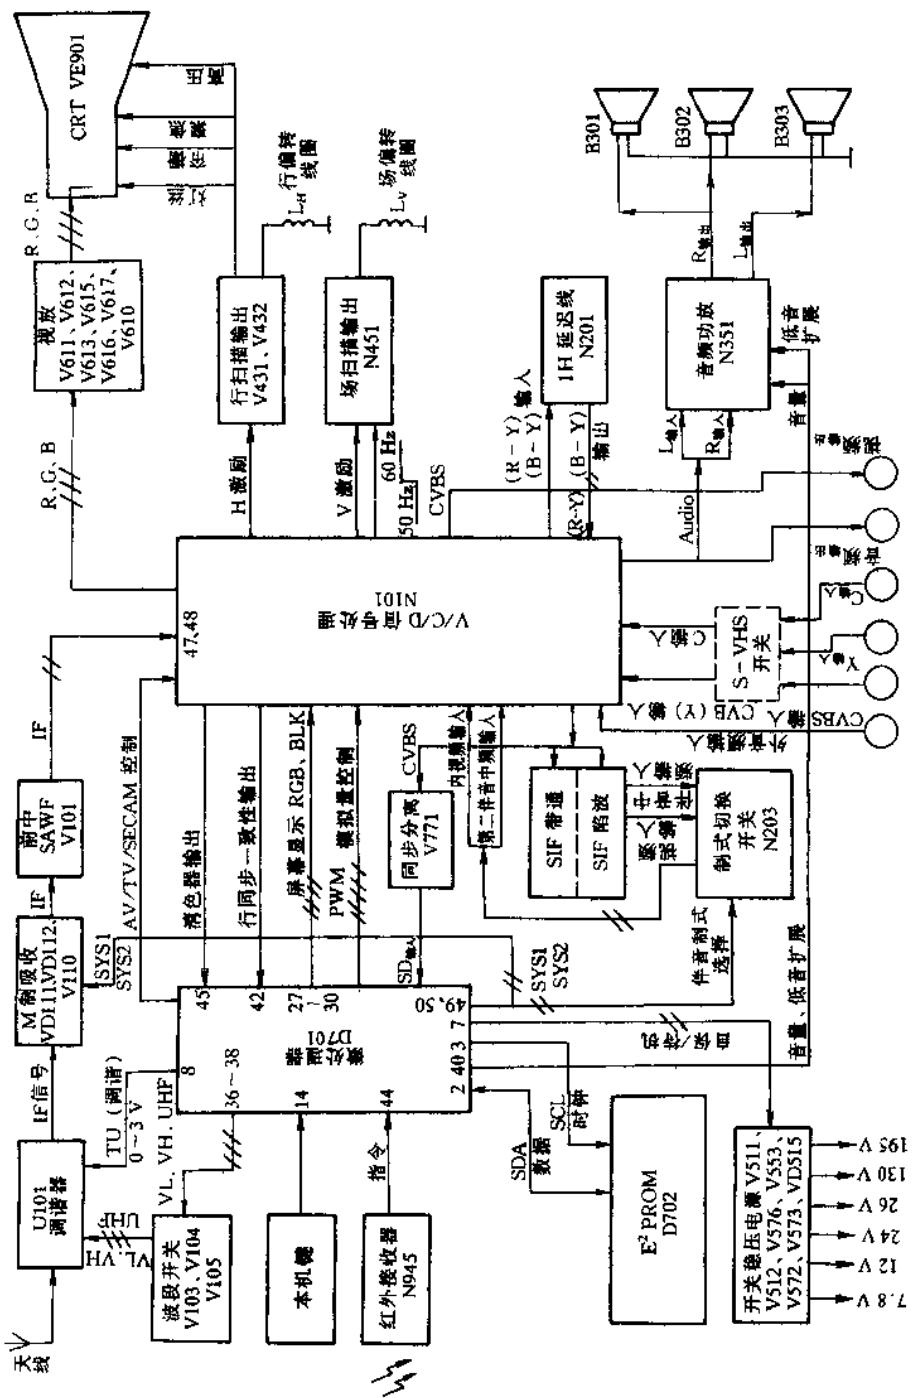

图 1-1 A6 芯片 2118FA 整机组成框图
A6 机芯 2118FA 彩电整机组成框图见图 1-1，主要由以下七块集成电路组成。
从图 1-1 及电原理图可以看出，由天线接收到的电视射频信号送到高频调谐器 U101 经高频放大变频后输出固定中频信号 IF，然后由预中放管 V101 放大，再经声表面波滤波器 Z101 选频送到 LA7688 的中频处理电路。LA7688 将 IF 信号经图像中频放大、视频检波、消噪后从⑧脚分两路输出，其中一路信号经伴音中频滤波后选出第二伴音中频信号，经制式切换后再送入 LA7688 的①脚，经限幅放大、鉴频及低放后经音频开关从⑤脚输出伴音信号，该信号经音量控制，功率放大后去推动扬声器发声。